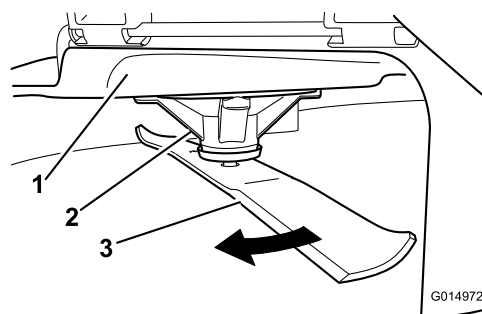

Figura 70
2. Purtați mâinii cu protecție corespunzătoare sau alte protecții adecvate pentru mâini și rotiți încet lama într-o poziție care vă permite să măsurați distanța dintre marginea de tăiere și suprafața uniformă pe care se află maina (Figura 70).